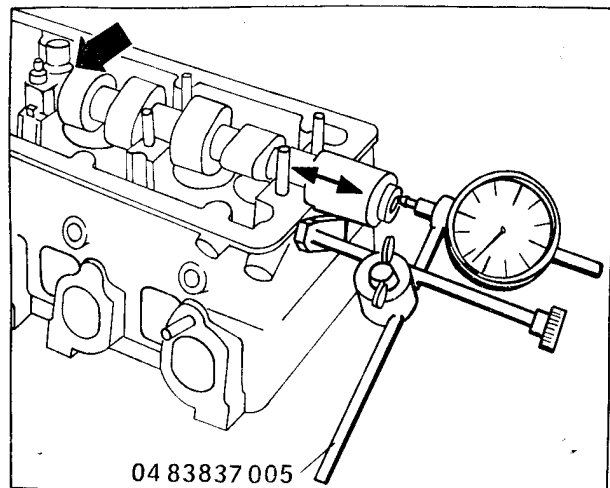

Bild M 27. Axialspiel der Nockenwelle
- (1) Kombischrauben ($Mt = 40 \text{ Nm}$)
- (2) Sechskantmutter ($Mt = 6 \text{ Nm} + 1/4 \text{ Umdrehung}$)
- (3) Lagerdeckel
- (4) Nockenwelle
- Axialspiel überprüfen (siehe Bild M 27)